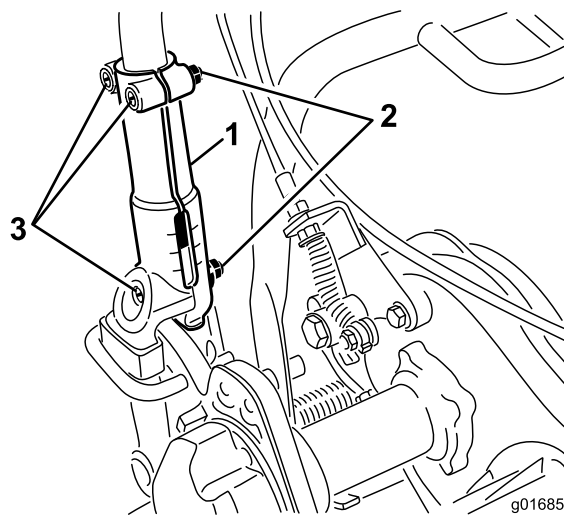

图23
1. 拧松将手柄的每一侧固定到手柄夹上的 3 颗车身螺栓和螺母（图23）。